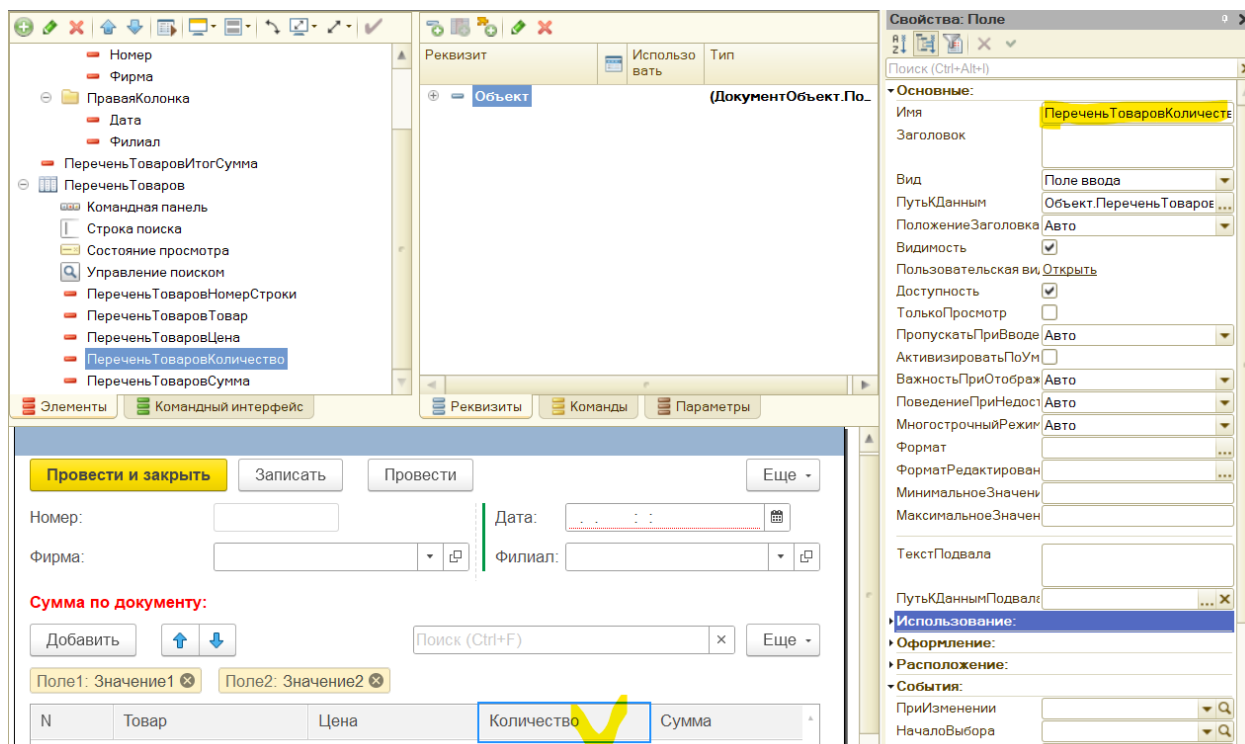

Рис. 3.1. Окно свойств поля ПереченьТоваровКоличество формы документа
1. Для начала в окне редактирования формы документа необходимо двойным щелчком на пункте **ПереченьТоваровКоличество** открыть окно свойств этого поля (рис. 3.1).